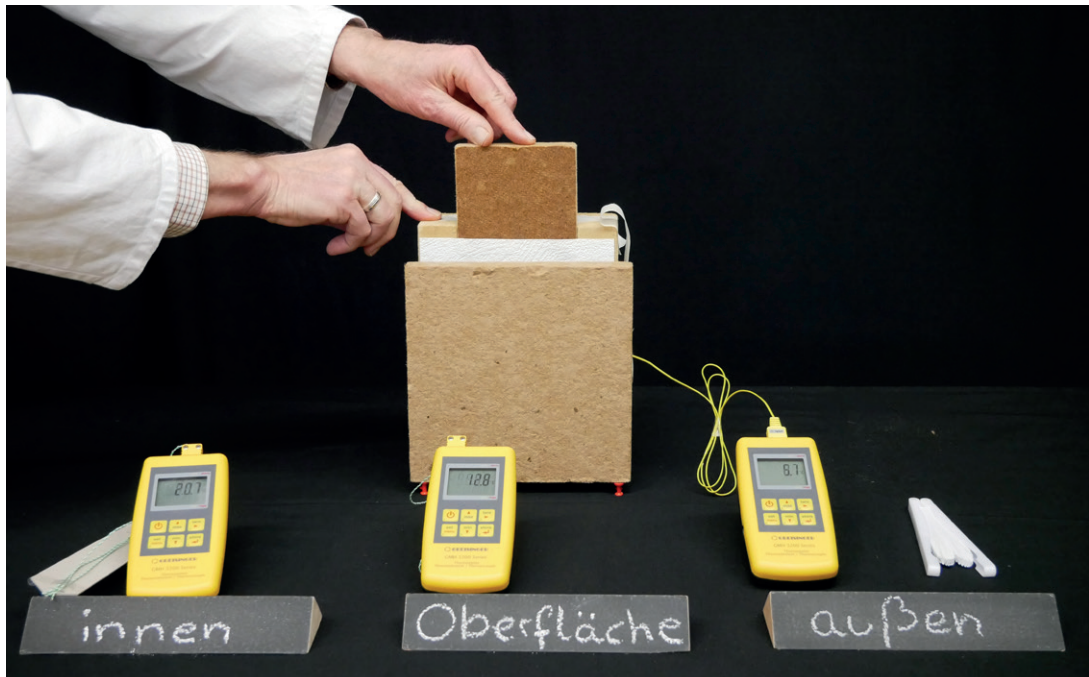

Abb. 4: Dämmung einsetzen (Quelle: e.u.[z.] (2024))
- Abb. 4: Dämmung einsetzen, Quelle: e.u.[z.]